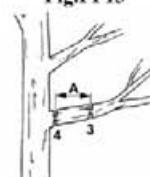

Fig. PP14
5.7.2- Corte de ramas gruesas a ras (Fig. PP14)